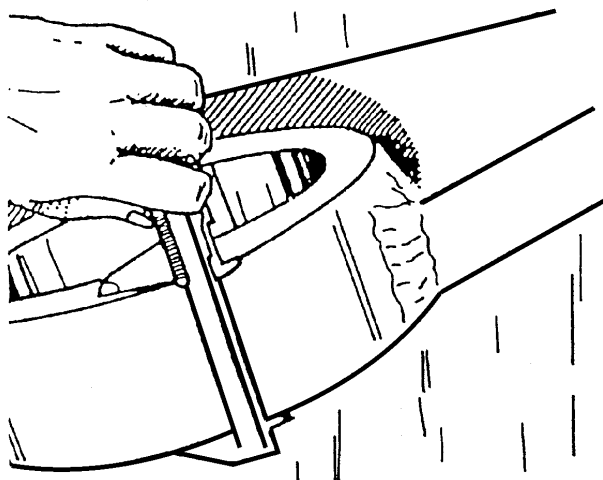

Рис. 9.5. Замер ширины «С» корпуса конических подшипников
4. Измерить штангенциркулем ширину корпуса конических подшипников нижнего шарнира в передней раме и обозначить полученный размер буквой «С», смотри Рис. 9.5.